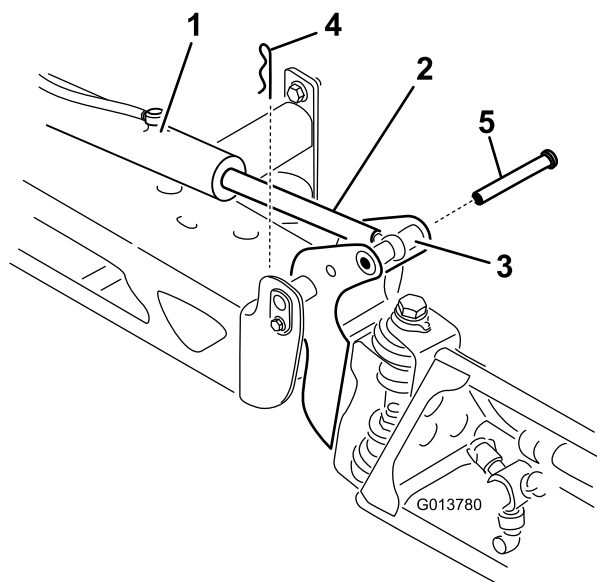

Figura 101
2. Retire la chaveta del pasador de giro (Figura 101).
3. Levante el brazo, retire el pasador (**Figura 101**), y baje el brazo lentamente al suelo.
9. Sujetando el brazo, introduzca el pasador a través del pivote del brazo y del émbolo del actuador (**Figura 101**).